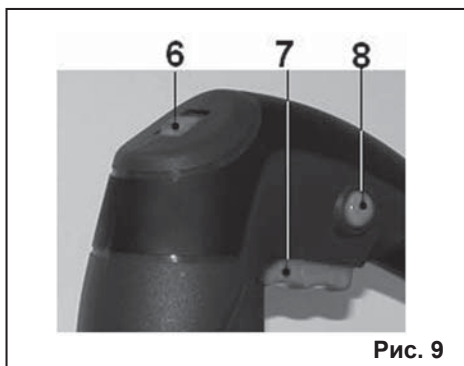

Рис. 9
8.1. Включение (Рис.9).
8.2. Изменение частоты хода пильного полотна (Рис.9). Кроме модели ЛЭ-500/45.